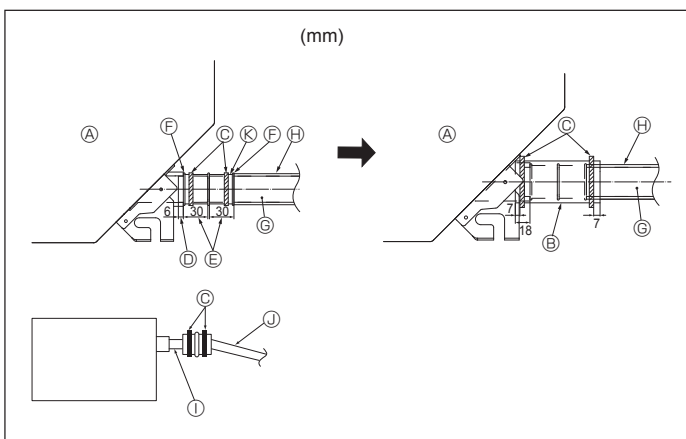

Fig. 5-2
1. Tilslut drænmuffen (følger med enheden) til drænporten. (Fig. 5-2) (Påhæft slangen ved hjælp af PVC-klæbemiddel, fastgør det derefter med en holder.)